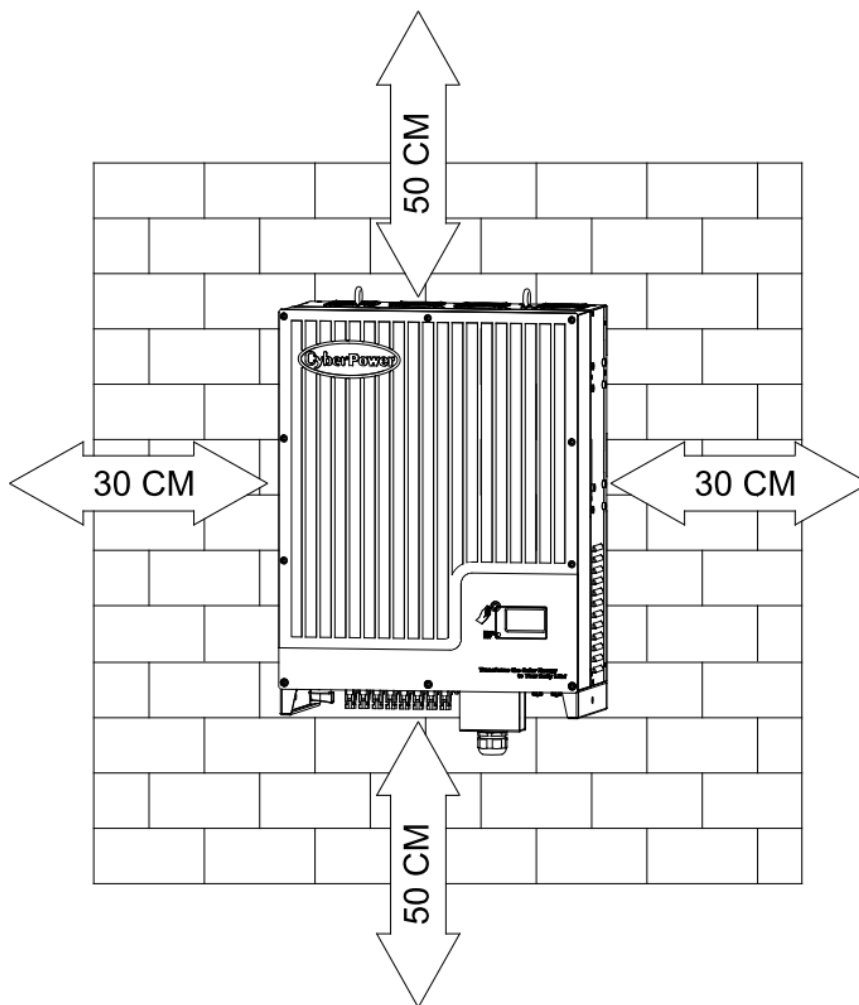

Fig. 5.2
- 2) L'emplacement sélectionné doit être compatible avec les dimensions de l'onduleur photovoltaïque (voir la section 3.3, Dimensions, et la Figure 5.2, Dégagements requis).
- 11) Respectez les dégagements minimums de l'onduleur photovoltaïque (voir la section 3.3, Dimensions, et la Figure 5.2, Dégagements requis).